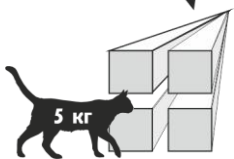

Рисунок 2
**2.1** Принцип действия основан на регистрации четырехплощадочным пирозлектрическим приемником изменений потока теплового излучения, возникающих при пересечении человеком зоны обнаружения, которая состоит из чувствительных зон. Каждая чувствительная зона состоит из четырех элементарных чувствительных зон (рисунок 2).